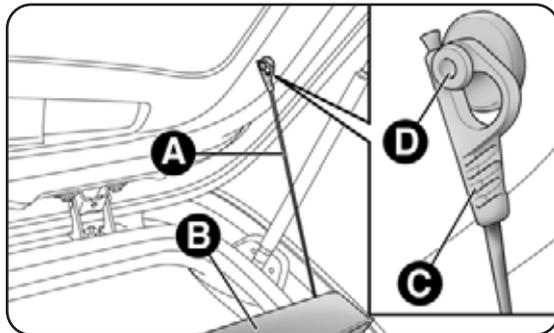

fig. 62
- libertar as extremidades dos dois tirantes A-fig. 62 de suporte da chapeleira B desenfiando as anilhas C dos pernos D;